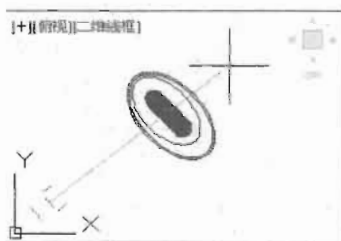

图 15-103
(4) 执行“视图>创建相机”菜单命令,在俯视图中拖曳鼠标创建一个相机,如图 15-103 所示。